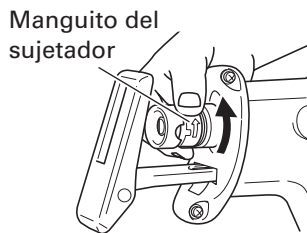
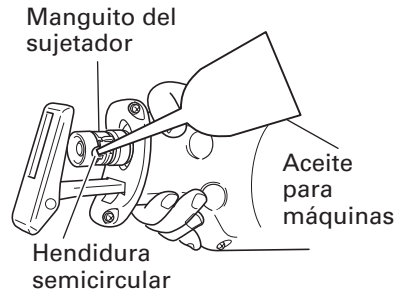

Fig. 3
Fig. 9
- (2) Gire el manguito del sujetador en la dirección de la flecha indicada en la Fig. 3 y marcada en el mismo. Si gira el manguito del sujetador hasta la mitad conseguirá asegurarlo automáticamente. (Fig. 3).
- (2) Después de haber girado el manguito del sujetador en la dirección de la flecha mostrada en la Fig. 3 y de asegurarlo, gire la hoja de manera que quede dirigida hacia abajo. La hoja debe caer por su propio peso. Si la hoja no cae, extráigala con la mano.
- (1) Después de utilizar la sierra, elimine el aserrín, el polvo, la arena, la humedad, etc. con aire o con un cepillo, etc. para asegurarse de que la montura de la hoja funciona suavemente.
- (2) Periódicamente lubrique la montura de la hoja de sierra con aceite para metales a través de la abertura hendidura semicircular, con el manguito del sujetador girado en la dirección de la flecha indicada en la Fig. 3. (Fig. 9)